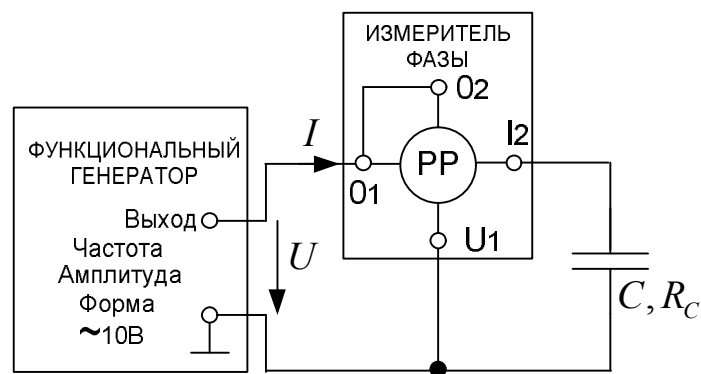

Рис. 6.2. Схема электрической цепи для определения сопротивления потерь в конденсаторе  $R_C$
- 4) Для определения сопротивления потерь в конденсаторе  $R_C$  собрать электрическую цепь, приведенную на рис. 6.2.